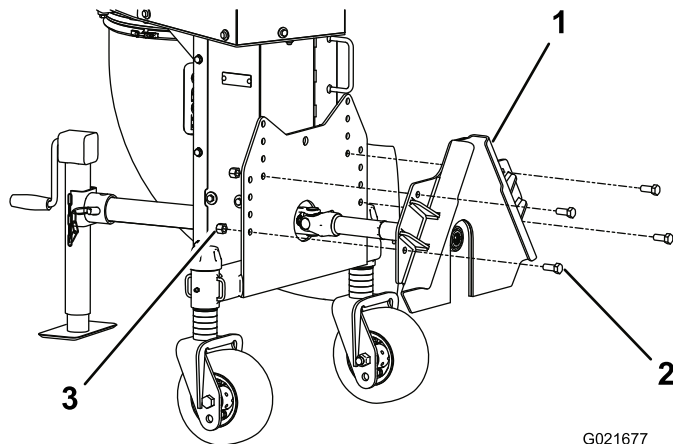

Figura 11
- Installate la piastra di montaggio al telaio del soffiatore di detriti con (4) bulloni da 1/2 x 1-1/4 poll. e (4) dadi di bloccaggio da 1/2 poll. (Figura 11). In fase di installazione, utilizzate la serie di fori inferiore su ciascun lato della piastra di montaggio. Serrate i bulloni a una coppia di 92-113 N-m.